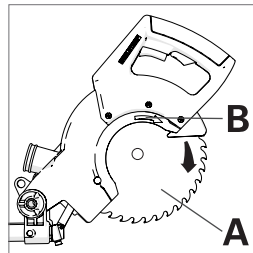

Fig. 19
Monte el nuevo disco en la brida interior asegurándose de que quede correctamente colocado en el borde de la brida y, a continuación, coloque lentamente el protector inferior del disco en su posición original de cierre. Asegúrese de que la flecha indicadora de sentido de giro del disco (A) coincide con la flecha que indica el giro en sentido horario en el protector superior (B). (Fig. 19)